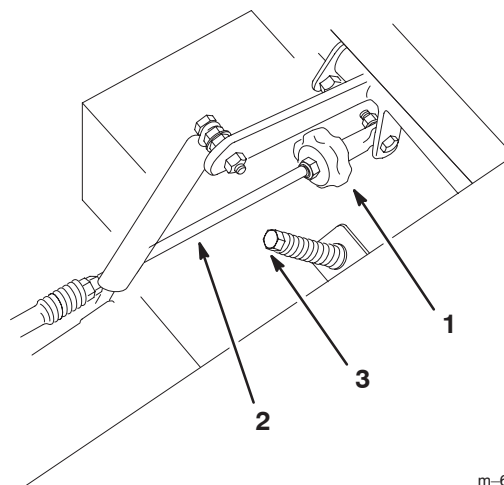

Figure 45
2. Réglez la longueur de la tige de pompe en tournant le bouton dans le sens voulu, jusqu'à ce que la roue soit immobilisée ou tourne légèrement en marche arrière (Fig. 45).